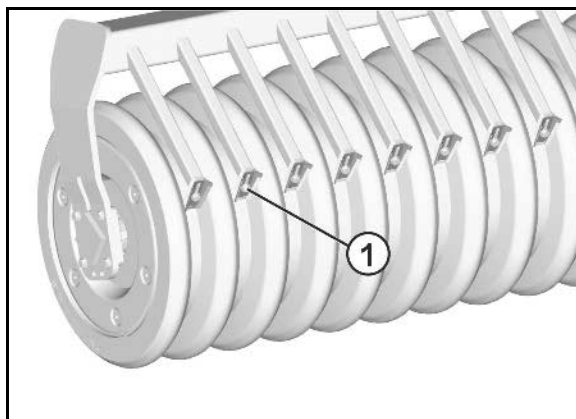

Рис. 46
2. Ослабьте винт (Рис. 46/1) под скребком.